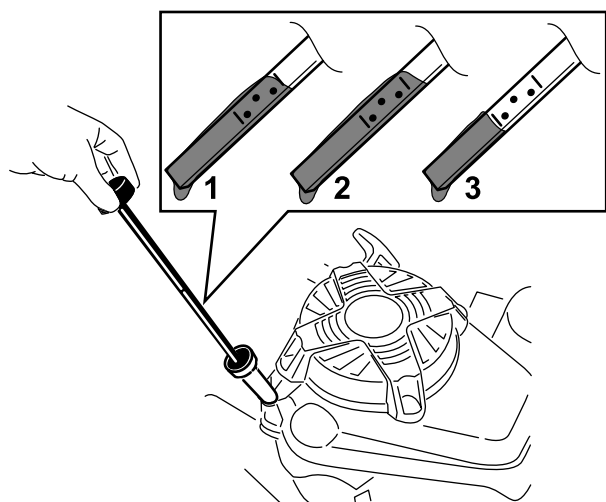

Figura 13
2. Girate il tappo in senso antiorario ed estraete l'asta di livello (Figura 13).
5. Controllate il livello dell'olio sull'asta (Figura 13).
- Se il livello di olio dell'asta è troppo basso (Figura 13), versate con cura una piccola quantità di olio detergente SAE 30 o SAE 10W-30 nel tubo di riempimento dell'olio,
- Se il livello dell'olio sull'asta è troppo alto (Figura 13), drenate l'olio in eccesso finché il livello dell'olio sull'asta non risulta corretto; fate riferimento a Cambio dell'olio motore \(pagina 20\).